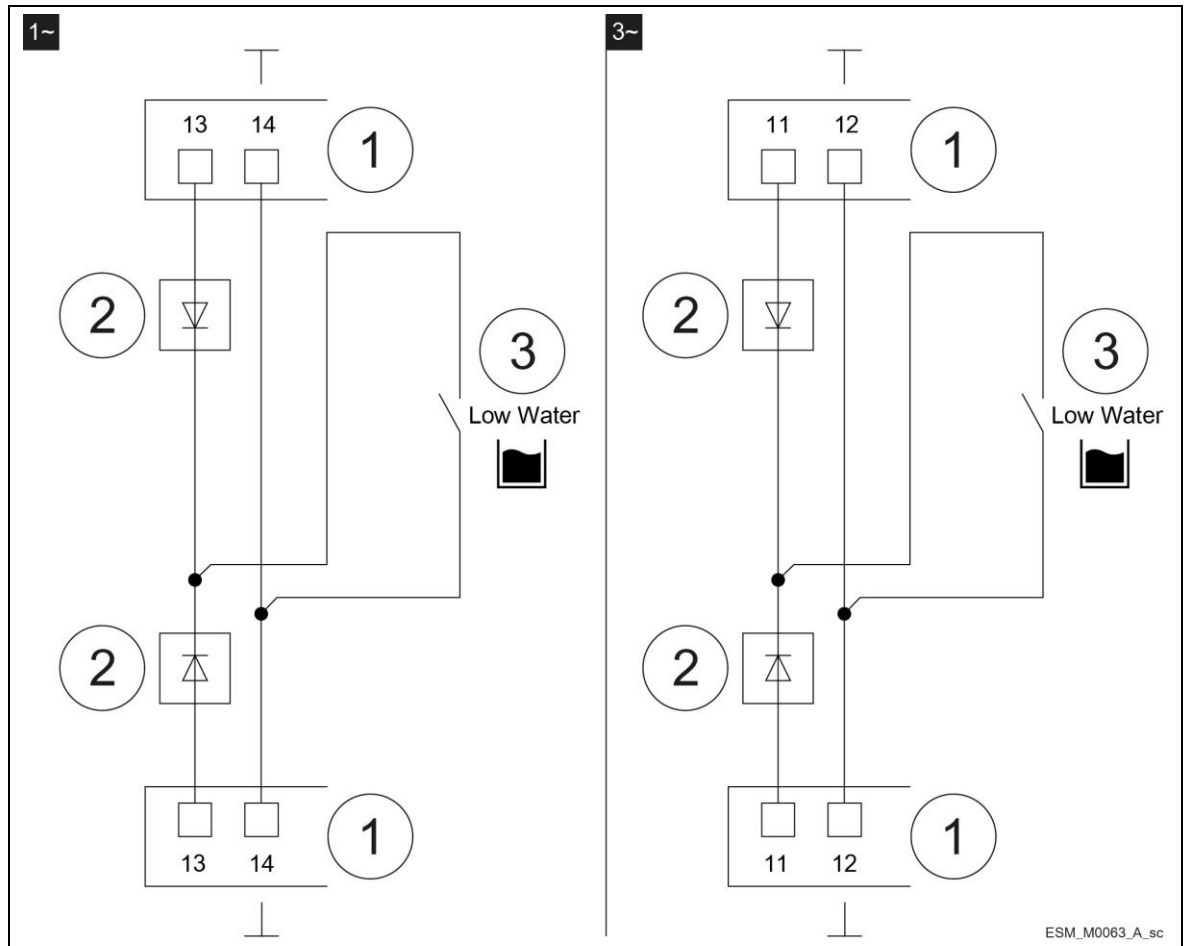

Abb. 12: Diode
- Wenn der Doppelmodus aktiviert ist und nur ein externer Trockenlaufkontakt für beide Einheiten verwendet wird (Klemmen 13-14 für die Wechselstromausführung, Klemmen 11-12 für die Drehstromausführung), müssen zwei Dioden eingesetzt werden. Dabei ist sicherzustellen, dass die Polarität zwischen den Kontakten der beiden Einheiten eingehalten wird. Siehe Abbildung 12.